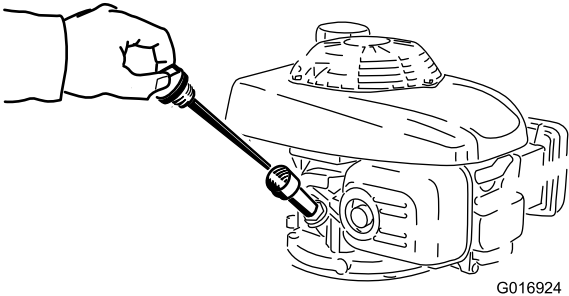

Figura 12
2. Limpie alrededor de la varilla (Figura 12).